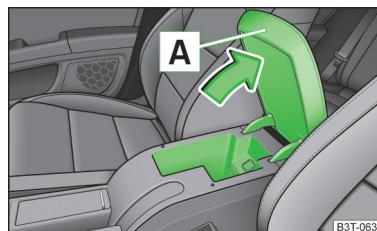

Fig. 73
- Tirer sur le couvercle de l'accoudoir en le prenant par la poignée **A** dans le sens de la flèche pour l'ouvrir » fig. 73.
- Il faut ouvrir le couvercle jusqu'en butée pour pouvoir le rabattre vers le bas dans le sens inverse de la flèche » fig. 73.